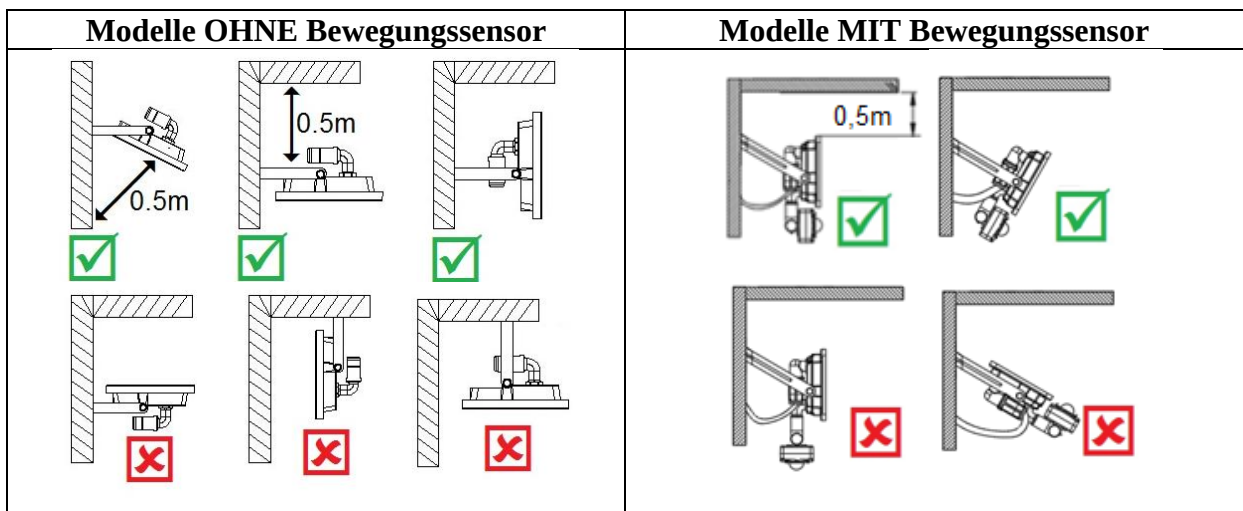

Abb. 2
- Achten Sie darauf, einen Belüftungsspalt von mindestens 0,5 Metern zwischen der Leuchte und umgebenden Objekten einzuhalten (siehe Abb. 2 für Beispiele).